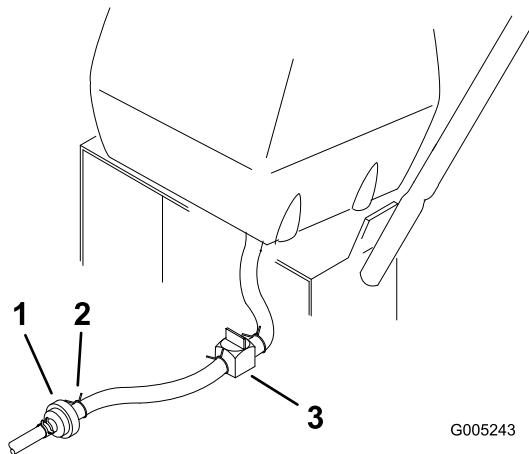

Figura 32
2. Cierre la válvula de cierre de combustible del depósito de combustible (Figura 32).
3. Apriete los extremos de la abrazadera y deslícela por el tubo alejándola del filtro (Figura 32).
4. Retire el tubo de combustible del filtro (Figura 32). Abra la válvula de cierre del combustible y deje que la gasolina se drene en un recipiente.
3. Cierre la válvula de cierre de combustible del depósito de combustible (Figura 32).